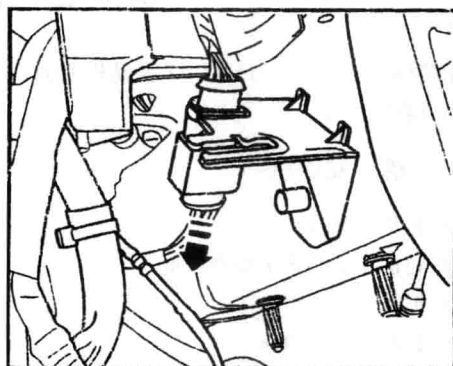

图 1-6 脱开左前纵梁 4 针连接插头
11) 如图 1-6 所示，脱开左前纵梁 4 针连接插头，将导线束用电缆扎带固定到发动机上。